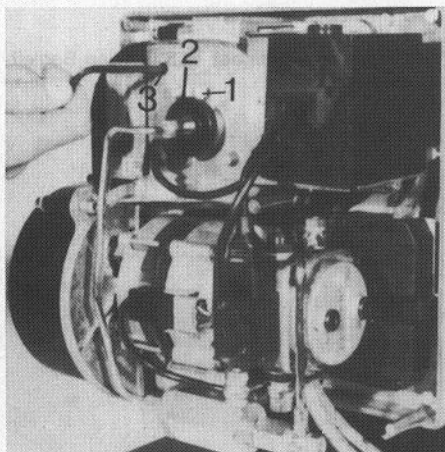

Abb. 16
- a) Veränderung der Hauptluftmenge wird durch Verändern der Stellung der Schiebehülse (Abb. 16 Pos. 3) vorgenommen.
Rechtsdrehung der Inbusschraube ergibt weniger Luft und damit geringere Pressung. Linksdrehung der Inbusschraube ergibt mehr Luft und damit mehr Pressung. Nach dem Zusammenbau und nach der Inbetriebnahme des Brenners kann mittels 5 mm Innensechskantschlüssel und nach vorherigem Entfernen der Verschlusskappe (Abb. 16 Pos. 3) die Schiebbehülse auf mehr oder weniger Pressung eingestellt werden.